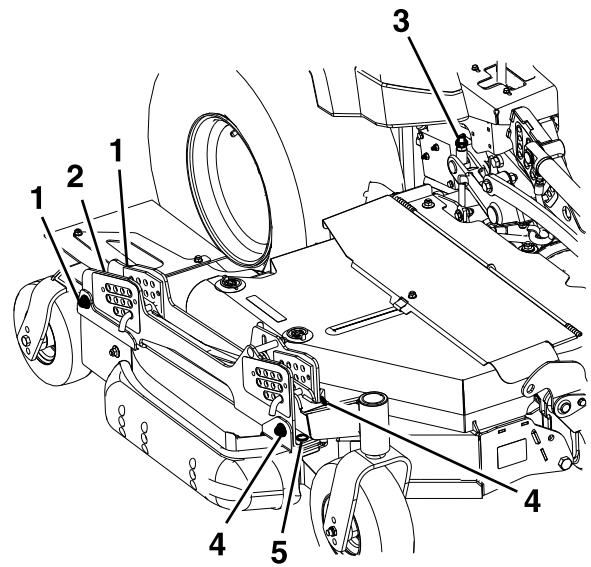

Figura 75
3. Las carcasas laterales derecha e izquierda incorporan mecanismos de ajuste de la altura de las cuchillas, con puntos de ajuste delanteros y traseros. Para ajustar la altura de las cuchillas de las carcasas laterales, primero afloje las tuercas de montaje delanteras y traseras de las pletinas de suspensión/altura de corte. Hay 4 posiciones (2 en cada lado del canal), como se muestra en la Figura 75.
- Si la carcasa está demasiado baja, apriete el perno de ajuste de altura delantero (Figura 75) girando la tuerca inferior en sentido horario.
- Si la carcasa está demasiado alta, afloje el perno de ajuste de altura delantero (Figura 75) girando la tuerca inferior en sentido antihorario. Afine la posición de las tuercas de ajuste traseras según sea necesario.
Ajuste la altura de la rueda trasera (Figura 75) hasta que la rueda trasera apenas toque el suelo con una presión mínima.
4. Mida la parte trasera de las cuchillas laterales. Si cualquiera de las cuchillas tiene una inclinación de menos de 1.5 mm (1/16"), eleve la parte trasera de la carcasa apretando los ajustes traseros izquierdo y derecho (Figura 75) hasta que las 4 cuchillas tengan una inclinación mínima de 1.5 mm (1/16"). Ajuste las ruedas laterales traseras hasta que apenas toquen el suelo con una presión mínima. Apriete las 4 posiciones de montaje traseras de las pletinas de suspensión (Figura 75).